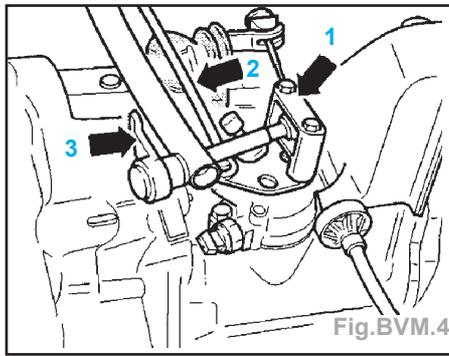

Fig.BVM.4
- Déposer la commande des vitesses de la boîte de vitesses (Fig.BVM.4) :